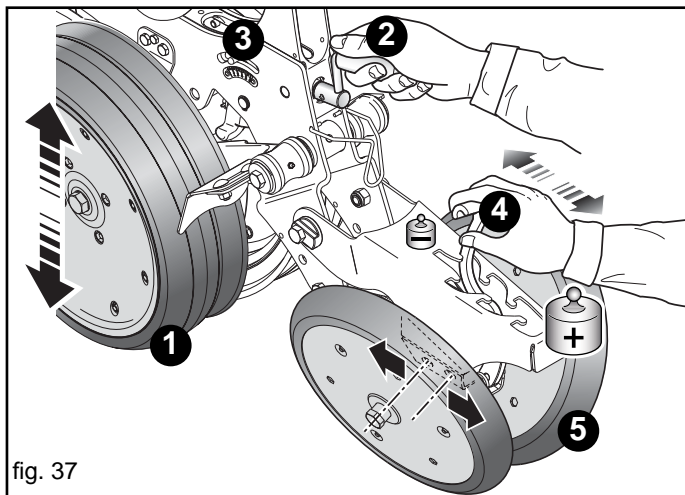
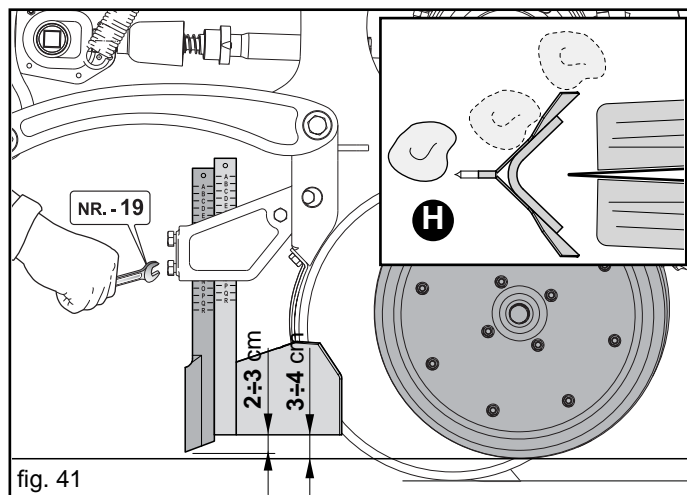

fig. 37
fig. 41
Régler la profondeur d'ensemencement en variant la hauteur des roues latérales (1, Fig. 37); pour ce faire, agir sur la manivelle (2, Fig. 37). Un repère numéroté (3, Fig. 37) permet d'enregistrer tous les éléments à la même mesure.
- à l'aide de la manivelle (4, Fig. 37), régler la pression des roues arrières inclinées (5, Fig. 37) pour garantir la fermeture et le compactage du sillon de semis.
Pour un semis correct et homogène, l'action du diviseur de mottes avant est particulièrement importante. Il permet en effet de libérer de l'écartement des roues de profondeur de l'élément (1, Fig. 37) les plus grosses mottes (H, Fig. 41) qui pourraient créer une profondeur de semis irrégulière.